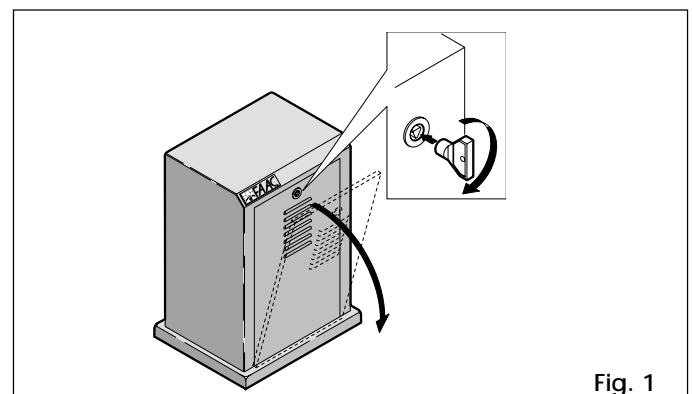

Fig. 1
- Un micro-interrupteur de sécurité dans le système de déverrouillage empêche que toutes impulsions transmises à l'automatisme puissent en commander le fonctionnement (fig. 1 rep. 7).
- Ouvrir le capot frontal du carter protecteur avec la clé triangulaire fournie (voir fig. 1).